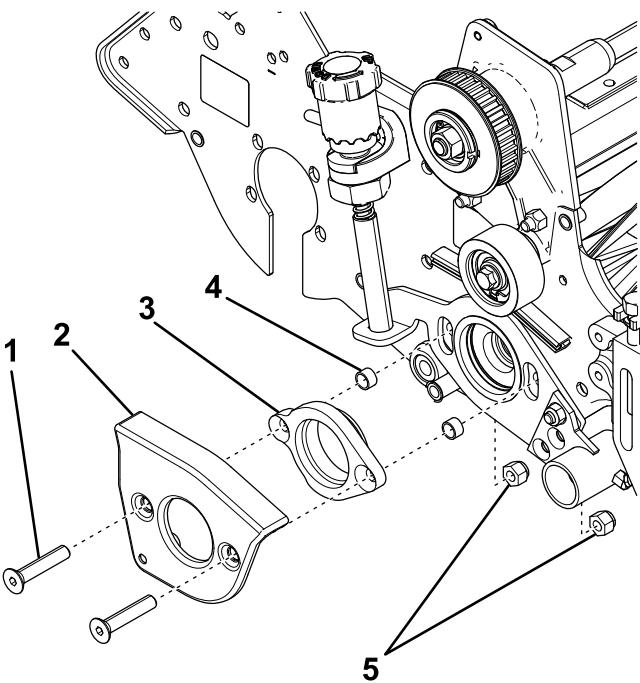

图10
- 从侧板上拆下平头螺丝、锁紧螺母、疏草刀臂盖和轴承适配器图10。
5. 取下并丢弃隔片 图10。